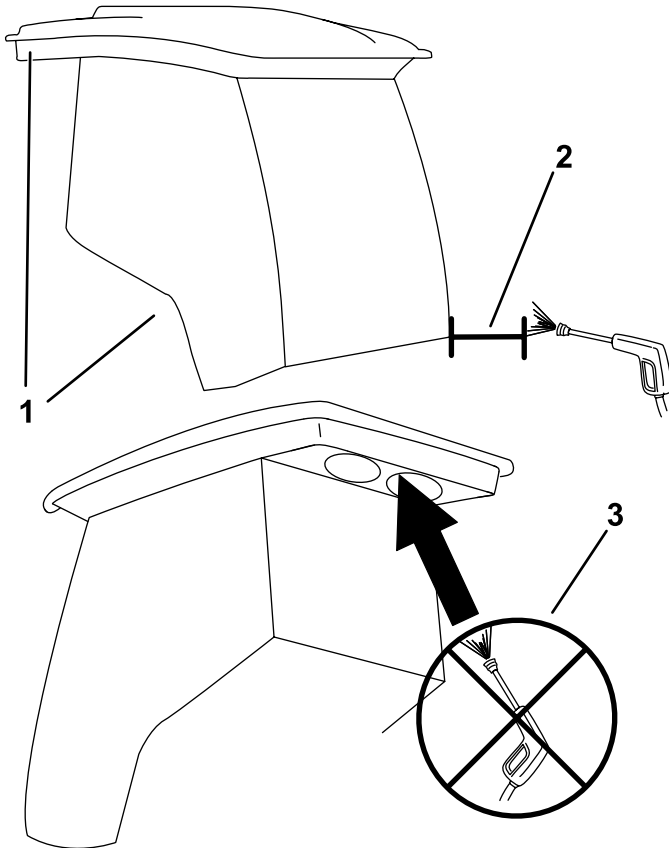

Bild 82
**Wichtig:** Vorsicht im Bereich der Kabinendichtungen (Bild 82). Halten Sie bei der Verwendung eines Hochdruckreinigers das Strahlrohr mindestens 0,6 m von der Maschine entfernt. Verwenden Sie den Hochdruckreiniger nicht direkt an den Kabinendichtungen oder unter dem hinteren Überhang.